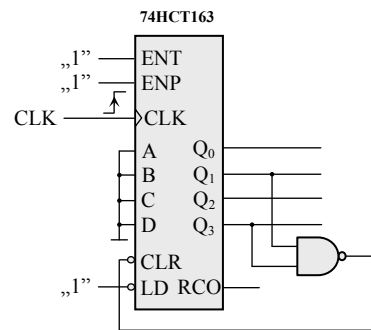

Figura 1. Schema numărătorului sincron modulo 11 cu secvența de numărare 0, 1, 2, ..., 10, 0, 1, ...
*Soluție:* Schema numărătorului modulo 11 este prezentată în figura 1. Pentru obținerea secvenței 0, 1, 2, ..., 10, 0, 1, ... se utilizează o poartă ȘI-NU, cu două intrări, care detectează starea 10 ( $Q_3Q_2Q_1Q_0 = 1010$ ) și, prin activarea intrării  $\overline{CLR}$ , determină ca următoarea stare să fie 0000. Deoarece ștergerea se face sincron, acest numărător nu necesită un circuit suplimentar pentru memorarea impulsului de ștergere.